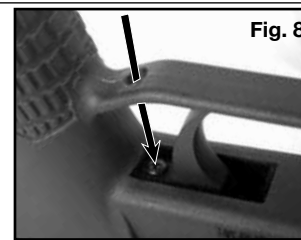

Fig. 8
- El tornillo de ajuste está situado detrás del gatillo (vea la Fig. 8).